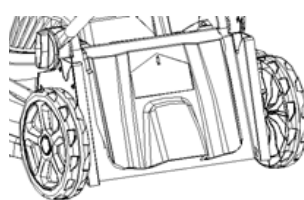

Рис. 28
- Закройте задний кожух (рис. 28).